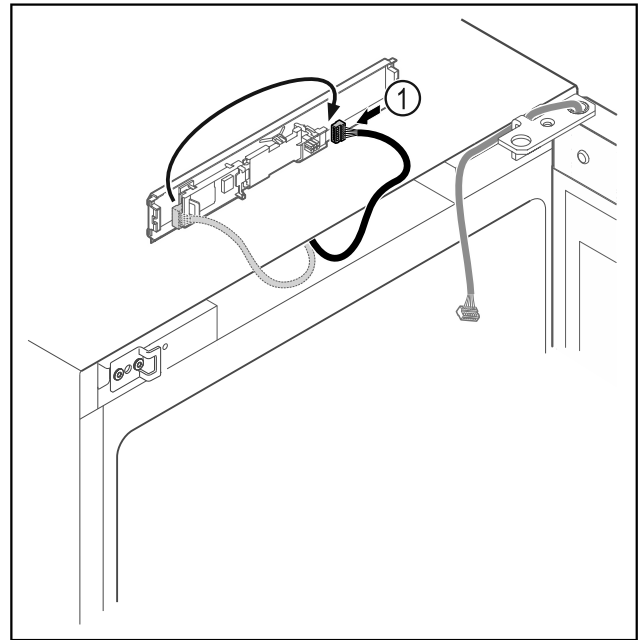

Fig. 21
- ▶ Μεταφέρετε το φιλ Fig. 21 (1) στην πλακέτα.